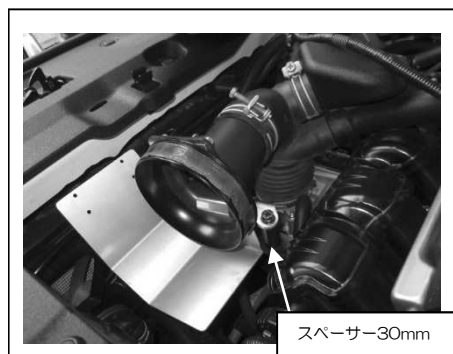

図 8
④組み立てたアダプターASSY を車両へ取り付けます。(図 8 参照)